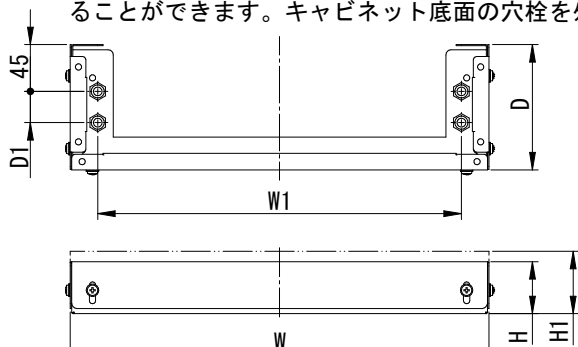
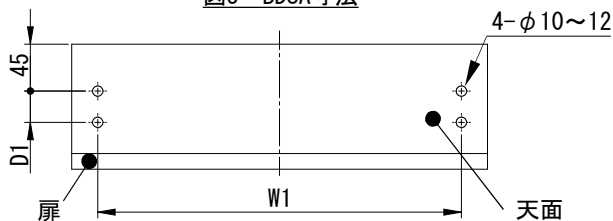

図3 BDSA寸法
図4 キャビネット天面加工寸法
- ・表1に従い、キャビネットの天面に穴加工をしてください。(図4)
表1 取付穴寸法と適用スペースダクト (図3、図4) 単位: mm
表2 調整高さ (図3) 単位: mm